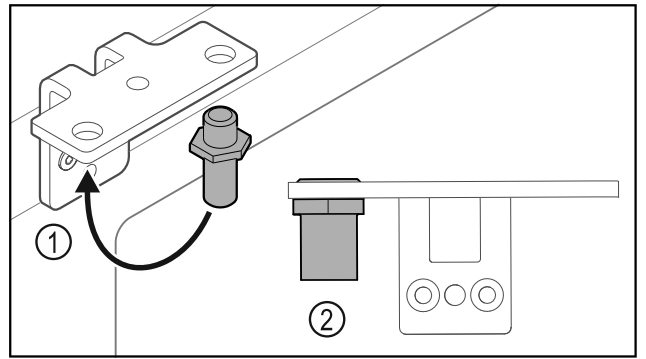

Fig. 22
- ▶ 调换合页角铁中的螺栓 Fig. 22 (1)。
- ▶ 用 12 Nm 的扭矩拧紧螺栓 Fig. 22 (2)。